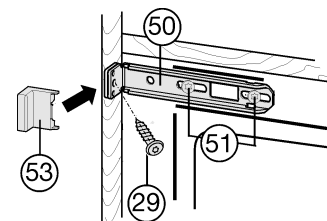

Fig. 16
- ▶ Schrauben *Fig. 16 (51)* etwas lockern.
- ▶ Oberen Befestigungswinkel *Fig. 16 (50)* mit Spanplattenschraube *Fig. 16 (29)* $\varnothing 4 \times 19$ an der Möbelwand festschrauben.
- ▶ Das überstehende Ende der Abdeckung *Fig. 16 (53)* abbrechen.
- ▶ Schrauben *Fig. 16 (51)* festziehen.
- ▶ Abdeckung *Fig. 16 (53)* aufsetzen.